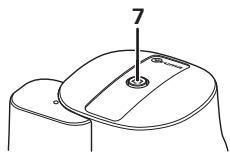
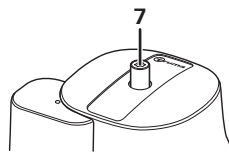

Figura 2a
Figura 2b
El sensor de colisión dispone de un botón de restablecimiento cuya posición aporta información sobre su estado: Posición «preparado para funcionar» (figura 2a) o posición «no preparado para funcionar» (figura 2b).
Para restablecer, presionar firmemente el botón de restablecimiento amarillo (7), girarlo ligeramente en el sentido de las agujas del reloj y mantenerlo presionado durante 10 segundos, asegurándose de que permanezca en la posición «preparado para funcionar» (figura 2a).
- Empujar el elemento activador del sensor de colisión (9) hasta que salte el botón de restablecimiento amarillo (7), para que el sensor de colisión esté en la posición «no preparado para funcionar» (figura 2b).
- Desenroscar la tapa roscada (10) de la conexión de comprobación y conectar la bomba de comprobación con el tubo flexible de comprobación a la conexión de comprobación.
- Presionar firmemente el botón de restablecimiento amarillo (7), girarlo ligeramente en el sentido de las agujas del reloj y mantenerlo presionado durante 10 segundos, asegurándose de que permanezca en la posición «preparado para funcionar» (figura 2a).
- Volver a colocar siempre la tapa roscada (10) después de cada extracción.